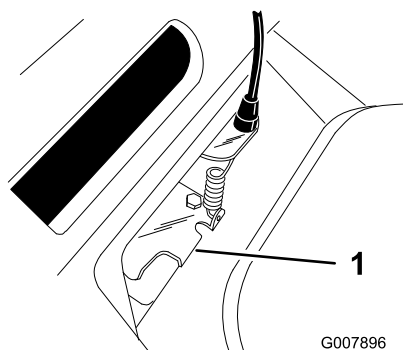

Figura 29
5. Empuje hacia abajo la pestaña guía de la correa hasta que entre en contacto con el cortacésped, y sujétela en esa posición (Figura 29).